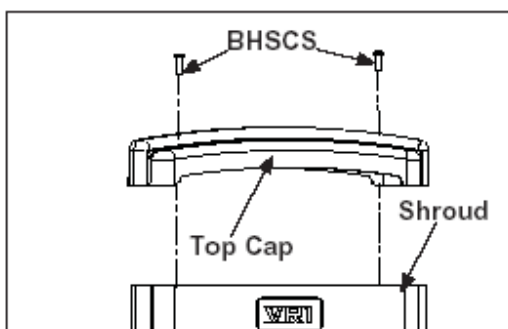

Figura 1
A. Usando uma chave Allen de 7/32", remova os dois Parafusos BHSCS fixando o suporte superior ao frame. Veja Figura 1.